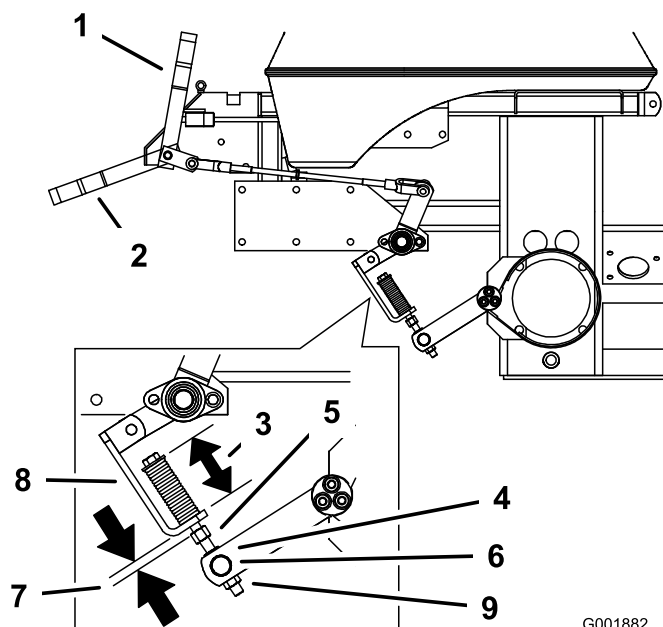

Figura 58
2. Misurare la lunghezza della molla. La distanza tra le rondelle deve essere 70 mm (Figura 58).
3. Nel caso in cui occorra effettuare una regolazione, allentare il controdado sotto la molla e serrare il dado immediatamente sottostante la forcella (Figura 58). Girare il dado fino ad ottenere la misura esatta. Serrare insieme i due dadi e ripetere dal lato opposto.
6. Misurare la distanza tra le staffe. La distanza tra le rondelle deve risultare tra 5 e 8 mm (Figura 58).
7. All'occorrenza, regolare allentando il controdado soprastante il rullo del barilotto. Girare il dado di regolazione sotto il rullo del barilotto fino ad ottenere la misura esatta (Figura 58).
8. Serrare il controdado soprastante il rullo del barilotto (Figura 58).